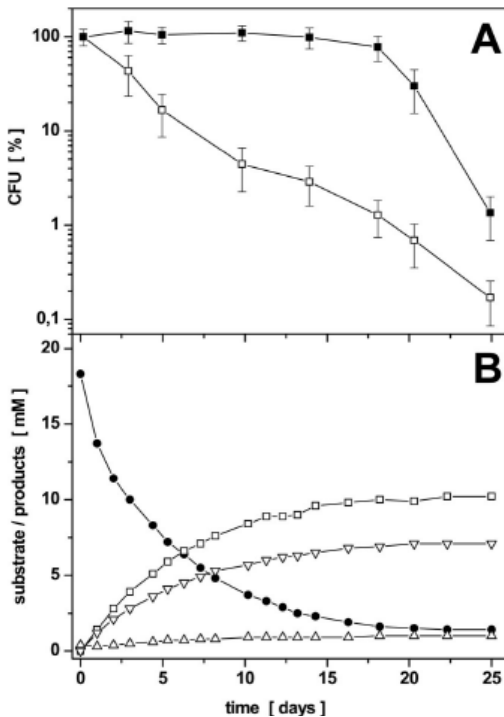

Fig 1: Incubación de *P. aeruginosa* en presencia de piruvato.
analizaron los productos generados además de la desaparición de piruvato del medio (Fig 1 B). No se detectaron ácido fórmico ni etanol.
- Analice la Fig 1. Como explica las diferencias entre +/- piruvato. **Justifique.**